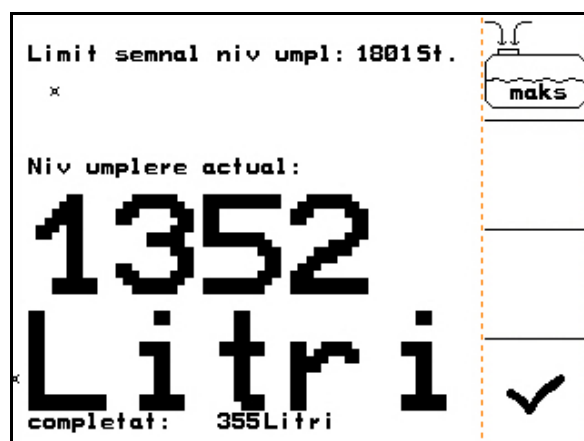

Fig. 111
1.  Accesați meniul Umplere (Fig. 111).